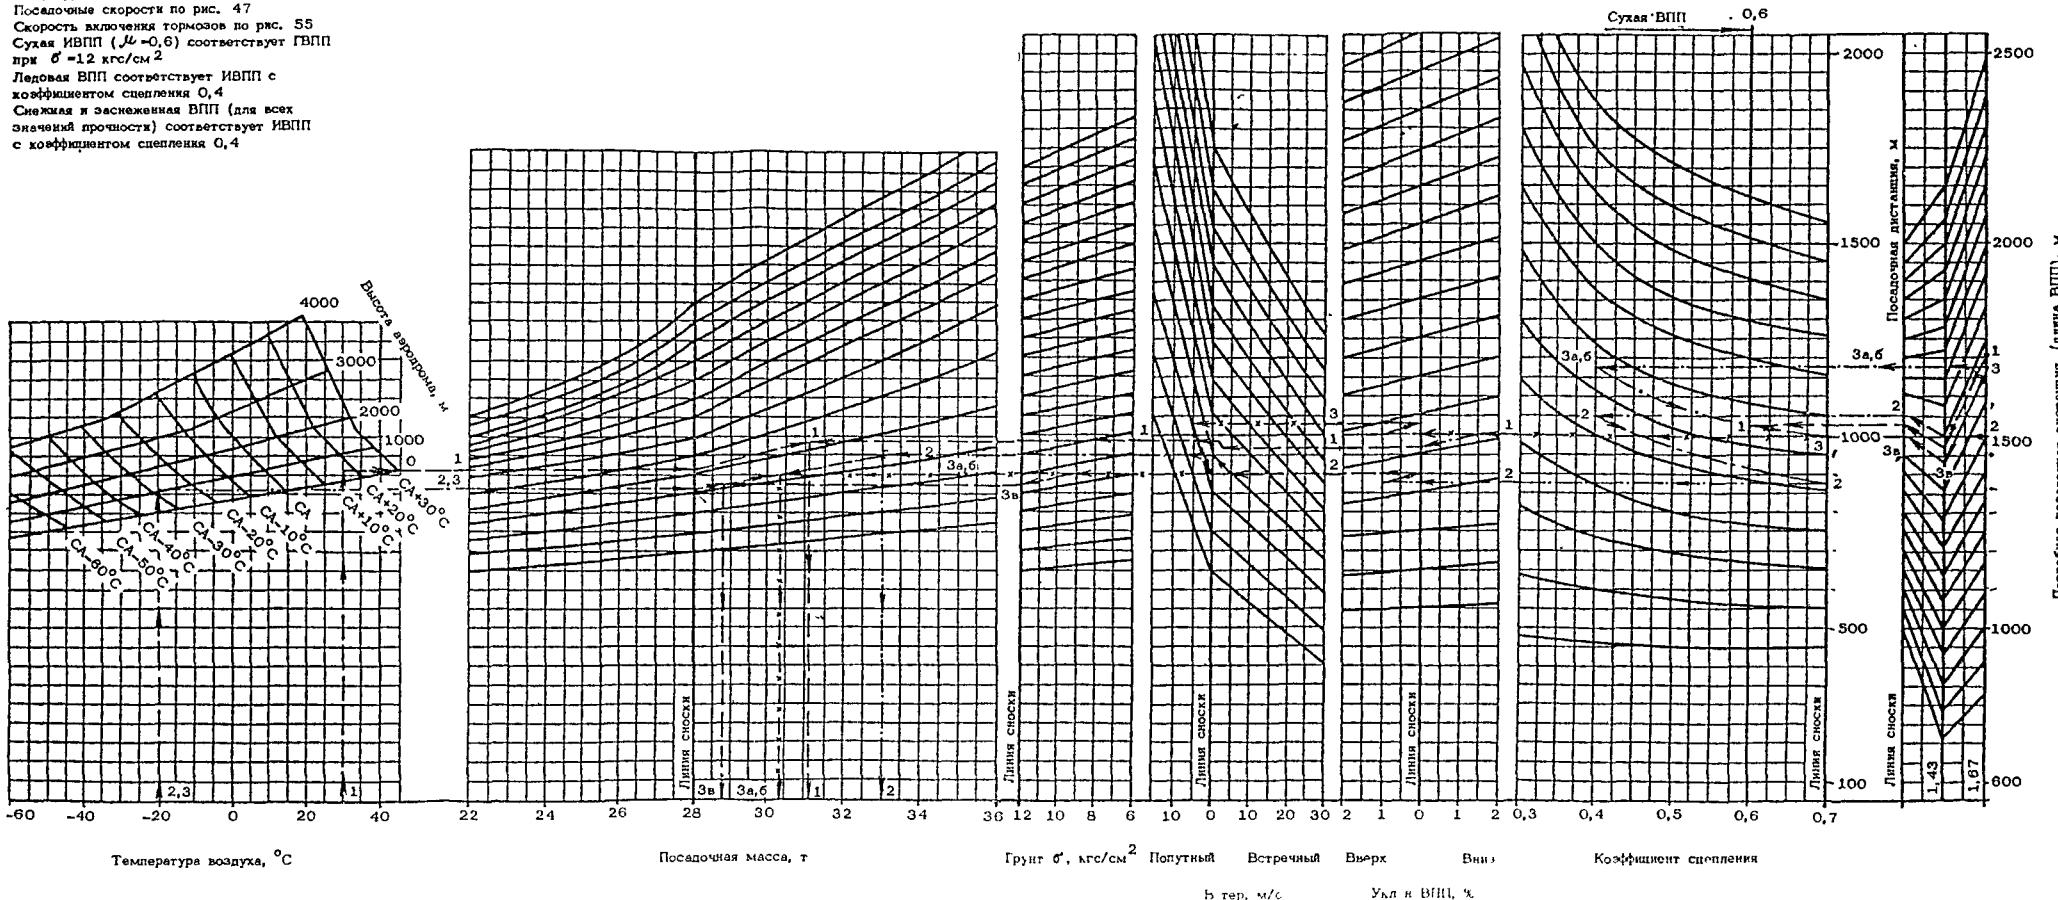

РИС. 51. ПОСАДОЧНАЯ ДИСТАНЦИЯ С ВЫСОТЫ 15 М ПРИ НОРМАЛЬНОЙ ПОСАДКЕ
2. Определите максимально допустимую посадочную массу при посадке на сухую ВПП основного аэродрома по рис. 51. При коэффициенте 1,67 она равна 31,1 т. Наименьшая посадочная масса (рис. 51 и 54) равна 31,1 т. Она и является максимально допустимой посадочной массой при посадке на сухую ВПП для основных аэродромов. В случае посадки на сухую ВПП запасного аэродрома следует определять максимально допустимую посадочную массу по рис. 51 по шкале коэффициентом 1,43.
2. Определите максимально допустимую посадочную массу по рис. 51. С коэффициентом I,43 (при коэффициенте сцепления 0,4) максимальная посадочная масса 33 т.
2. Определите максимально допустимую посадочную массу по рис. 51: